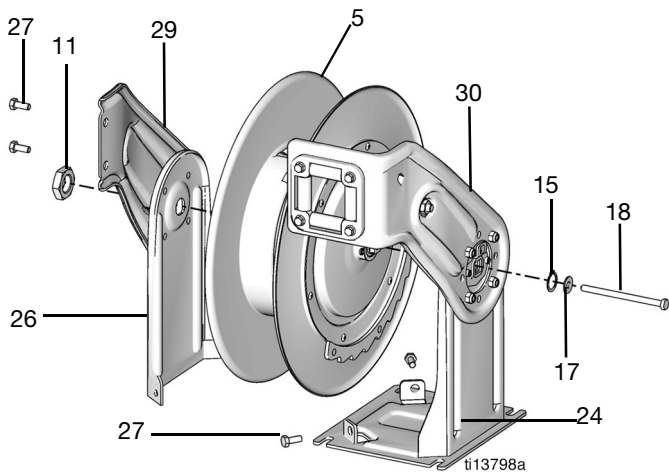

Рис. 21
5. Снимите большую гайку (11) (Рис. 21).
6. Снимите два винта (27), соединяющих опору (26) с основанием (24), и два винта (27), соединяющих рычаг с направляющей (29) и рычаг с направляющей (30) (Рис. 21).
7. Полностью снимите рычаг с направляющей (29) вместе с опорой (26) и отложите этот узел в сторону, чтобы затем установить их на новую шпулю (Рис. 21).
8. Положите катушку на бок таким образом, чтобы можно было легко добраться до рычага с направляющей (30) и опоры (24).
9. Снимите длинный болт (18) и шайбы (15 и 17) (Рис. 21).